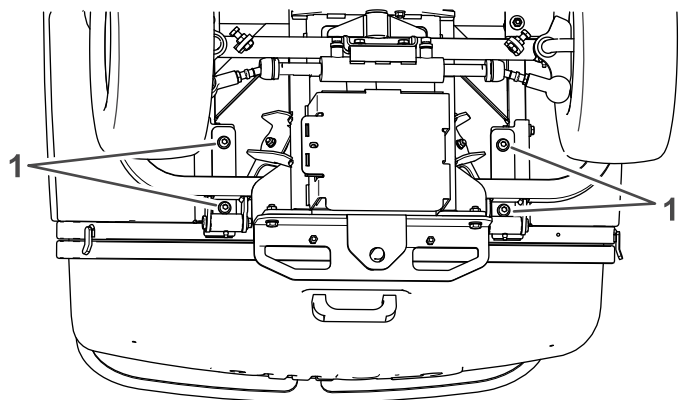

Figura 108
1. Afloje los 4 pernos que fijan los soportes de elevación de la tolva al bastidor bajo la tolva (Figura 108).
4. Apriete los 4 pernos (Figura 108).